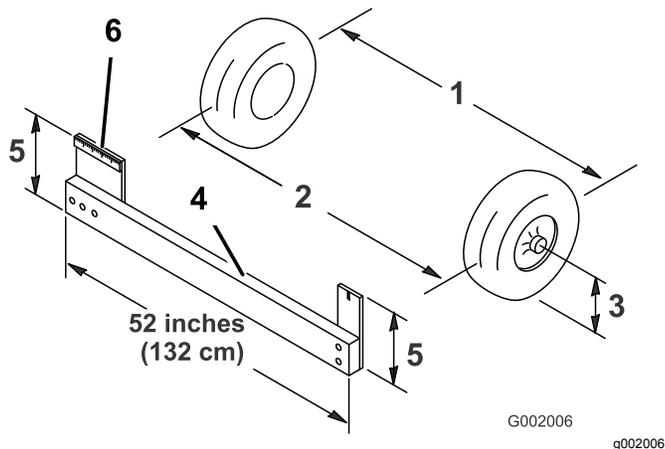

图50
- 以轮轴的高度为标准分别测出两个前轮的轮前距离和轮后距离 图50。
**注意** 要测量轮轴高度的前轮轮后距离需要使用夹具或定位仪。使用相同的夹具或定位仪还可以以轮轴高度为标准准确测量前轮的轮前距离 图50。